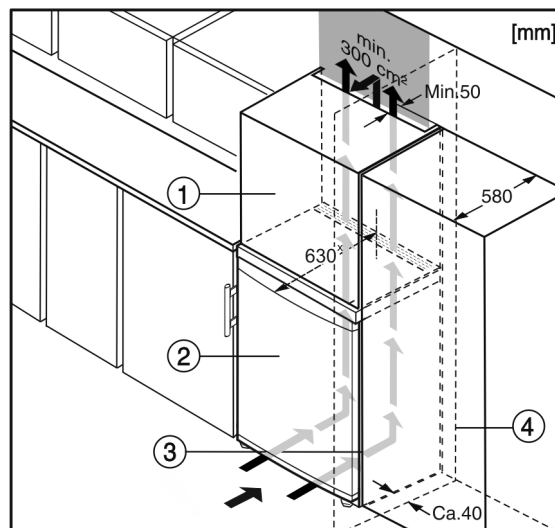

Fig. 6
- (1) Armário suplementar
- (2) Aparelho
- (3) Armário de cozinha
- (4) Parede
O aparelho pode ser envolvido pelo mobiliário de cozinha. Para ajustar o aparelho Fig. 6 (2) à altura dos armários de cozinha, é possível criar um armário suplementar Fig. 6 (1) sobre o aparelho.*
No caso de uma instalação com armários de cozinha (profundidade máx. 580 mm) o aparelho poderá ser instalado imediatamente ao lado do armário de cozinha Fig. 6 (3). O aparelho projecta-se de cada lado 34 mm* e na parte central 50 mm* em relação à frente do armário de cozinha.*
Se o aparelho for montado com as dobradiças junto a uma parede Fig. 6 (4), a distância mínima entre o aparelho e a parede deverá ser de, no mínimo, 40 mm. Esta distância corresponde à saliência da pega com a porta aberta.